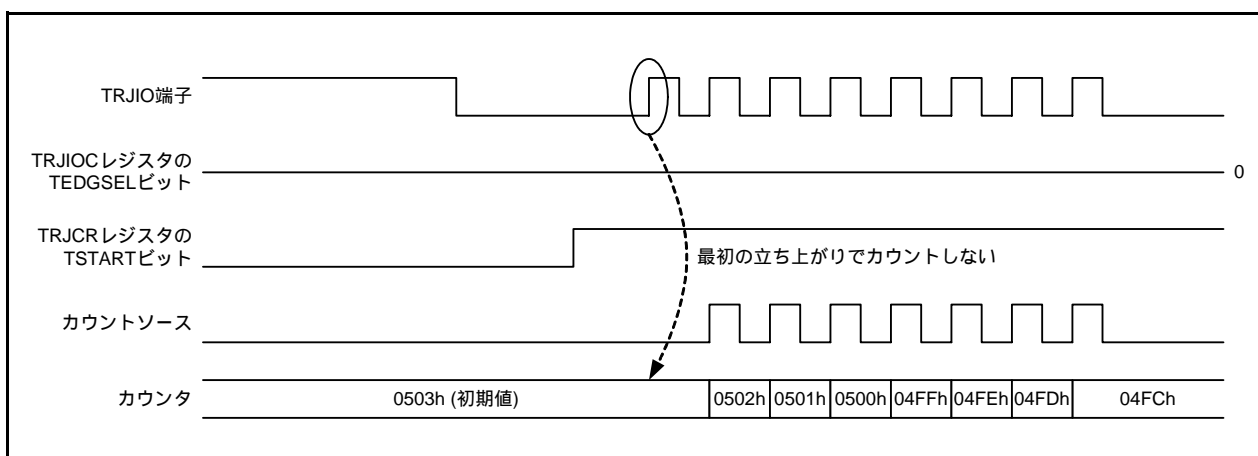

図21.4 イベントカウンタモードでのTSTART設定のタイミング図(1)
- (8) イベントカウンタモードで、TRJIOCレジスタのTEDGSELビットを0(立ち上がりエッジでカウント)にし、外部信号(TRJIO)をカウントする場合、TRJCRレジスタのTSTARTビットの状態によっては、正しくカウントされない場合があります(図21.4参照)。